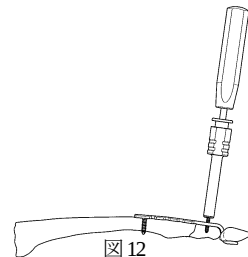

図 12
- 12) 選択した長さの 2.7 コーティカルスクリューを、2.7 スクリューホルダーにて把持し、ヘクスローブ 10 ドライバーを用いて挿入します。(図 12)